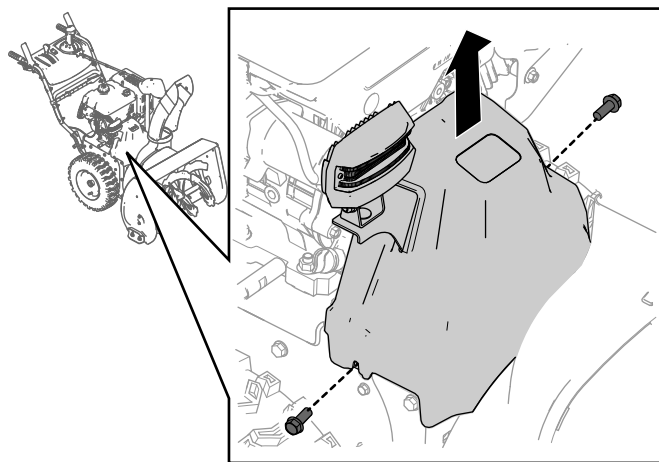

Figure 34
1. Enlevez les 2 vis de fixation du couvercle de courroie (Figure 34).
2. Déposez le couvercle de courroie (Figure 34).